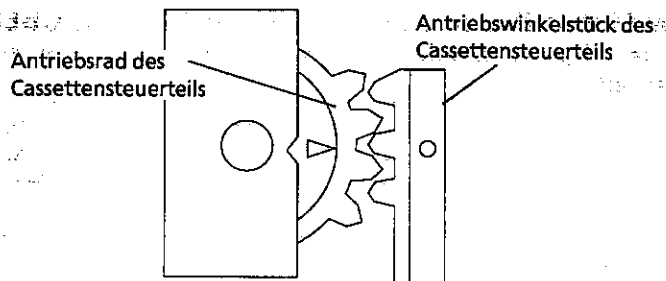

Abbildung 4-2.
1. Vor dem Einbau der Cassettengehäusesteuerteil-Baugruppe mit einem 22-Ohm-Widerstand einen Kurzschluß zwischen TP5001 (oder Jumperstift 241) und TP5002 (oder Jumperstift 242), die sich beide an der linken Seite der Hauptplatine befinden, herstellen. Den Netzstecker anschließen. Das Cassettensteuerteil-Antriebsrad bewegt sich und stoppt genau dann, wenn eine Paßmarkierung im Fensterausschnitt der Mechanismuschassis erscheint. Diese Paßmarkierung mit der Markierung des Cassettensteuerteil-Antriebswinkelstücks ausrichten, wie in Abbildung 4-2 gezeigt, um das Cassettensteuerteil auf dem Mechanismuschassis zu positionieren.